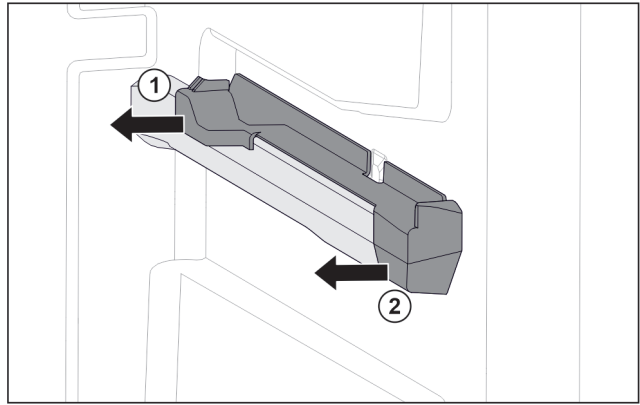

Fig. 74 Aufsteckteil auf der rechten Behälterrippe
- ▶ Aufsteckteil hinten zur Seite abziehen. Fig. 74 (1)
- ▶ Aufsteckteil vorne zur Seite abziehen. Fig. 74 (2)